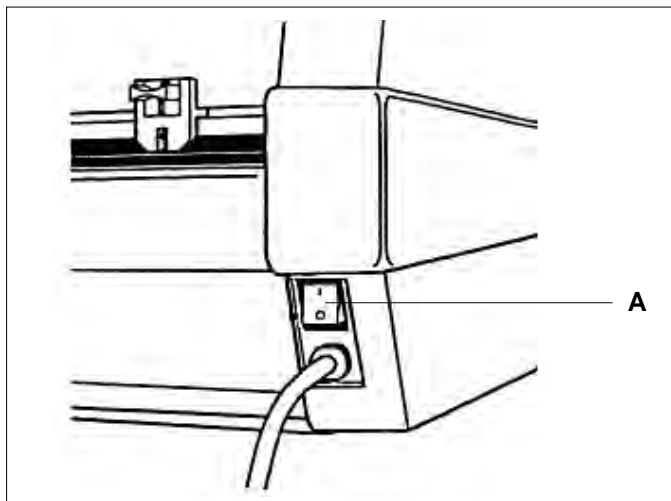

Fig. 2
**A. POWER ON/ OFF:** (Fig. 2)
**A. POWER ON/ OFF (ACCESO/ SPENTO):** (fig. 2) Posto sulla parte posteriore destra della macchina, questo pulsante controlla l'alimentazione della plastificatrice. La spia **POWER (ACCESO)** si illumina se viene premuto il pulsante sulla posizione "I".